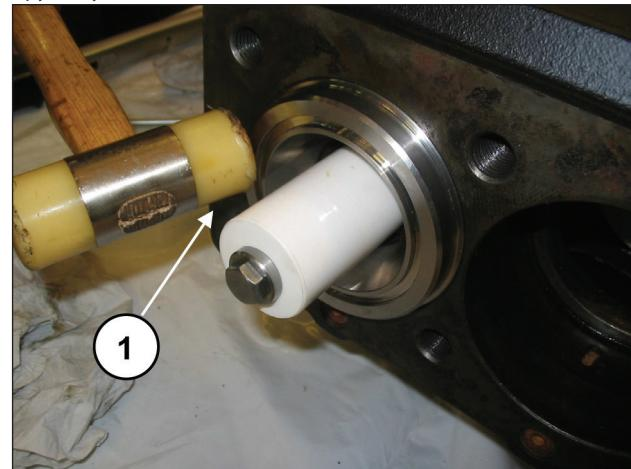
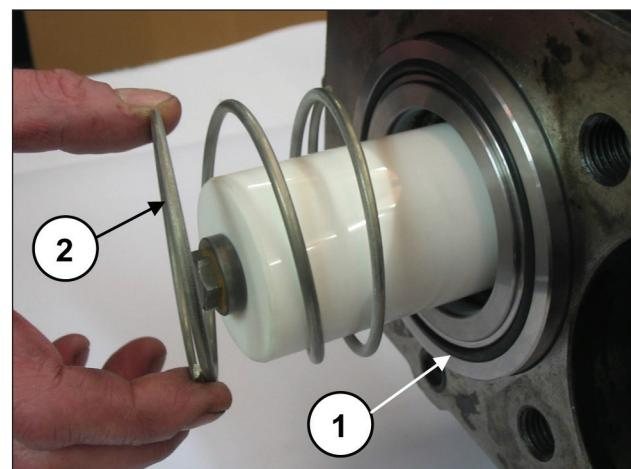

Рис. 186
Рис. 187
Убедитесь, что узел рубашки-опоры уплотнений полностью сел в гнездо (поз. ①, Рис. 186); после этого установите переднее уплотнительное кольцо рубашки и пружину (поз. ①②, Рис. 187). Установите